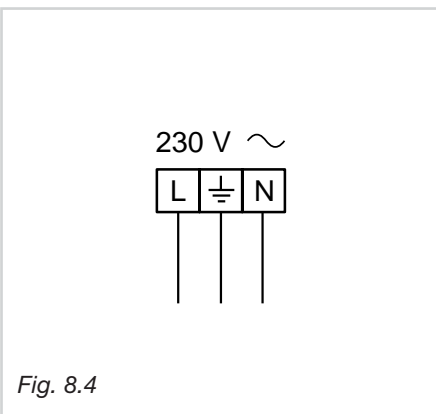

Fig. 8.4
- Le câble électrique doit être relié au bornier suivant le schéma de la fig. 8.4.